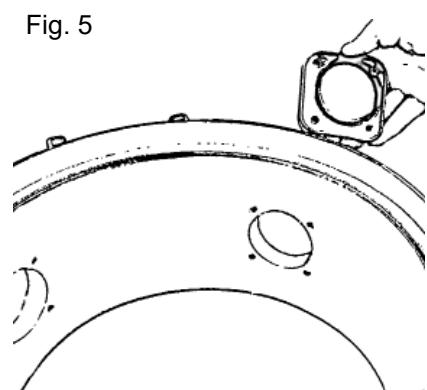

Fig. 5
4. Tilpas (flyt) støvsugerrørets sokkel til det nye udtag. NB! Soklen er mærket med "Op". Kontroller, at soklen monteres med "Op" vendende opad. Fastgør soklen ved at montere og spænde de fire skruer, Fig. 5.